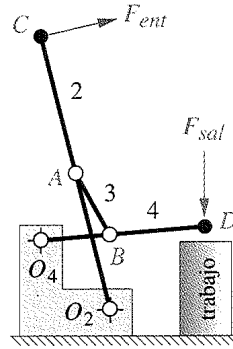

FIGURA P6-22 Problema 6-59
*6-59 La figura P6-22 (p. 228) muestra una mordaza inmovilizadora de cuatro barras utilizada para sujetar una pieza de trabajo en su lugar sujetándola en D . $O_2A = 70$, $O_2C = 138$, $AB = 35$, $O_4B = 34$, $O_4D = 82$ y $O_2O_4 = 48$ mm. En la posición mostrada, el eslabón está a 104° . El mecanismo se inmoviliza cuando el eslabón alcanza 90° .